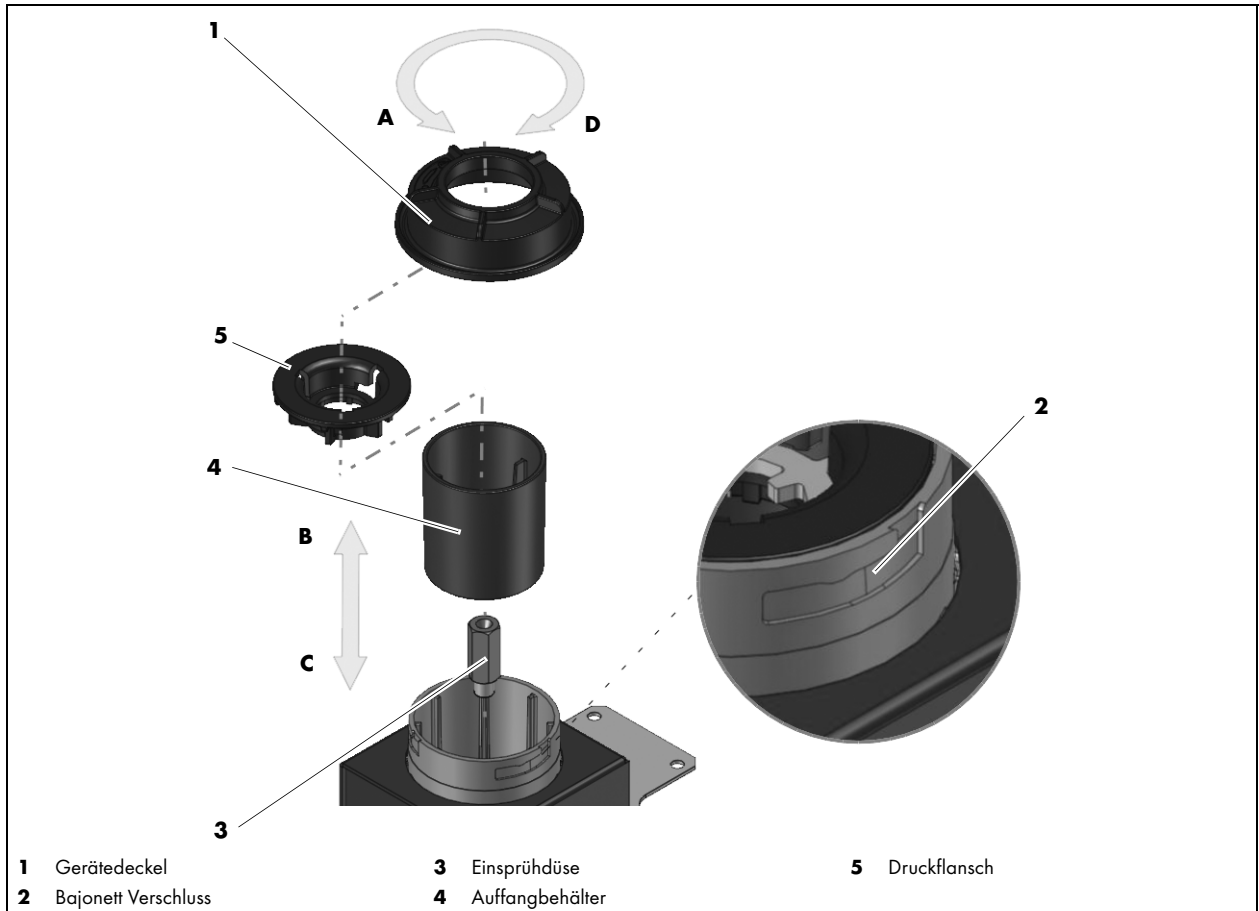

Abb. 10 Wartung und Reinigung
⇒ Abb. 10 Wartung und Reinigung auf Seite DE-17
• Gerätedeckel lose	• Gerätedeckel (1) auf festen Sitz prüfen ggf. befestigen ⇒ Abb. 10 Wartung und Reinigung auf Seite DE-17